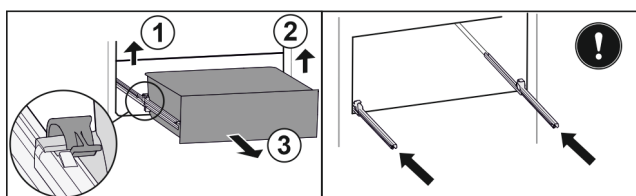

Fig. 119
- ▶ Levante la brida izquierda y, simultáneamente, tire de la parte izquierda del cajón hacia adelante. Fig. 119 (1)
- ▶ Levante la brida derecha y, simultáneamente, tire de la parte derecha del cajón hacia adelante. Fig. 119 (2)
- ▶ Extraiga el cajón hacia adelante. Fig. 119 (3)